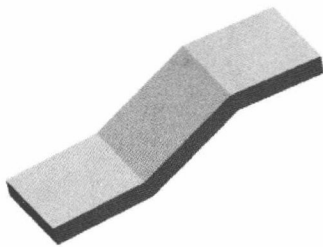

图 1.2 拉伸特征 1
Step2. 创建图 1.2 所示的拉伸特征 1。选择下拉菜单**插入(I)** → **设计特征(F)** → **拉伸(E)...** 命令(或单击**拉伸**按钮);单击“拉伸”对话框中的“绘制截面”按钮,系统弹出“创建草图”对话框,选取 XY 基准平面为草图平面,选中**设置**区域的**创建中间基准 CSYS**复选框,单击**确定**按钮,绘制图 1.3 所示的截面草图,退出草图环境;在**限制**区域的**结束**下拉列表中选择**对称值**选项,并在其下的**距离**文本框中输入值 32.5;其他参数采用系统默认设置;单击**确定**按钮,完成拉伸特征 1 的创作。